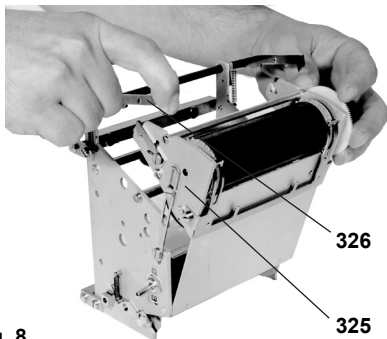

Fig. 8
- Sollevare i ganci di chiusura (326) Fig. 8 e portare l'equipaggio mobile in posizione di apertura;
- Lift the closure hooks (326) in Fig. 8 and bring the movable frame (325) in opening position;